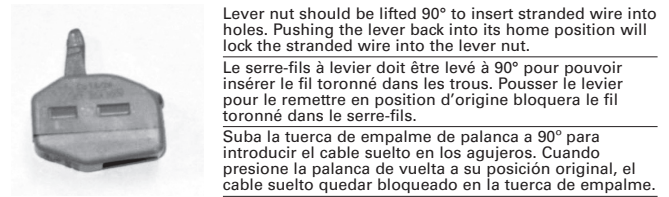

Figure 4.
6. Levante la palanca anaranjada a 90 grados. Introduzca el cable negro desforrado en la tuerca de empalme de palanca. Repita este paso para el cable blanco y utilice una segunda tuerca de empalme. (Fig. 4)